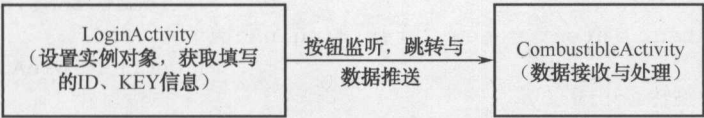

图 3.23 Android 应用程序逻辑
(2) 程序业务流程分析：根据 2.1 节智云 Android 应用编程接口定义，厨房燃气检测系统的 Android 应用程序逻辑如图 3.23 所示。